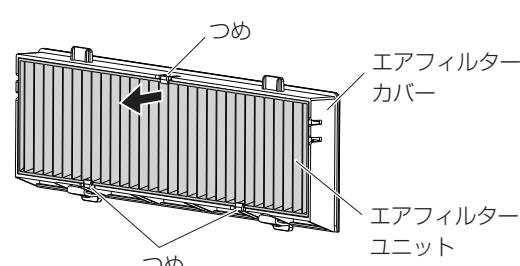

図 2
- エアフィルターユニットは3か所のつめで固定されています。その内の1か所つめがある側のひだをつまみ、エアフィルターカバーから取り出してください。(図2)